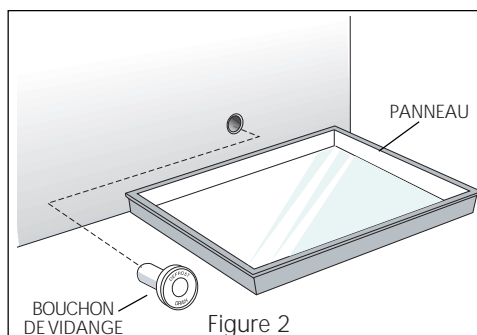
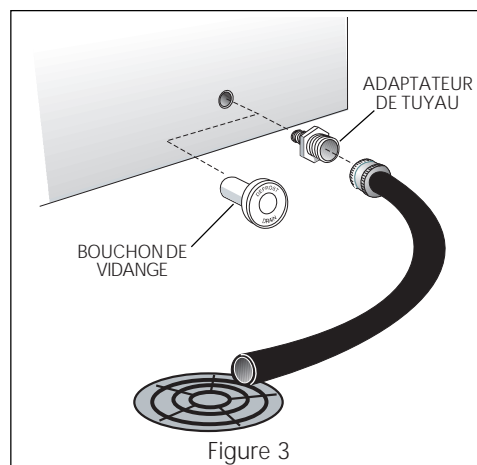
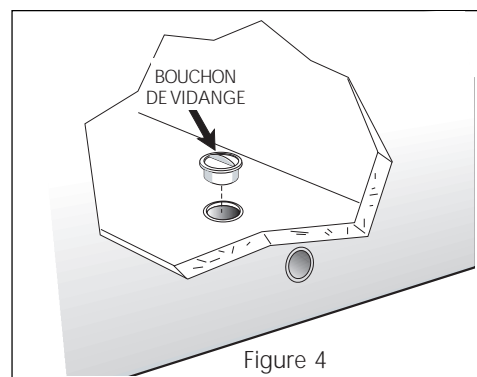

Figure 2
Figure 3
Figure 4
- **Sur les modèles horizontaux** avec vidange de l'eau de dégivrage, placez un récipient creux ou le diviseur/plateau de dégivrage (fourni avec certains modèles) sous l'orifice de vidange (Figure 2). Un adaptateur de tuyau de jardin d'un demi-pouce peut servir à vidanger le congélateur directement dans un drain de plancher (Figure 3). Sortez la bonde à l'intérieur du congélateur et enlevez le bouchon de vidange extérieur (Figure 4). L'eau de dégivrage va s'écouler. Vérifiez de temps à autre que l'eau ne déborde pas. Remettez en place le bouchon de vidange et la bonde une fois le dégivrage terminé.